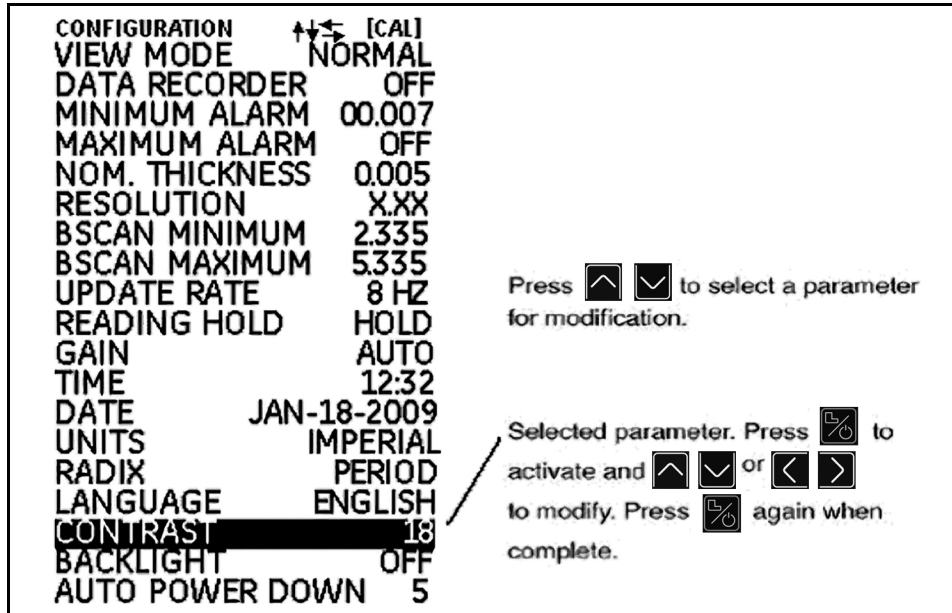

图 6: 配置显示模式
- **配置显示模式** - 通过此屏幕访问仪器控件。配置显示屏上列出的控件随安装的选件而变化（请参阅图 6，位于页码 13）。“Configuration”（配置）显示屏的内容取决于仪器所安装选件的配置。